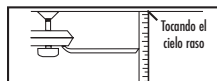
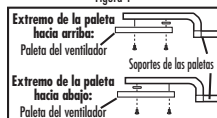

Figura 1
Figura 2
4. La mayoría de los problemas de oscilación del ventilador ocurren cuando los niveles de las paletas no son iguales. Compruebe este nivel seleccionando un punto en el cielo raso sobre el extremo de una de las paletas. Mida la distancia como se muestra en la Figura 1. Manteniendo la medición dentro de 3 mm, gire el ventilador hasta que la próxima paleta esté colocada en el sitio para la medición. Repita para cada paleta. Si los niveles de las paletas son diferentes, puede ajustar las paletas usando el siguiente procedimiento: Para ajustar hacia arriba el extremo de una paleta, inserte una arandela (no incluida) entre la paleta y el soporte de la misma en los dos tornillos más cercanos al motor (Figura 2). Para ajustar hacia abajo el extremo de una paleta, inserte una arandela (no incluida) entre la paleta y el soporte de la misma en el tornillo más alejado del motor (Figura 2).